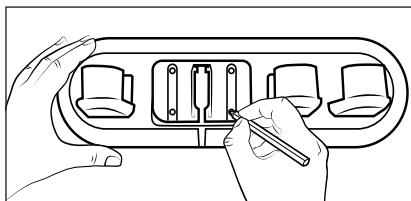

Fig. 5
- 3) Utilisez le support pour accessoires **16** pour marquer les quatre trous à percer sur le mur (voir fig. 5).